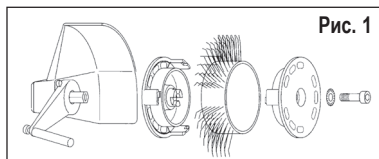
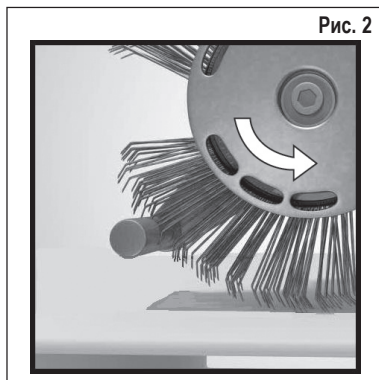

Рис. 1
Рис. 2
1. Отключите подачу электроэнергии, затем должным образом закрепите ленту **MBX® Bristle Blaster®** 23 мм в инструменте при помощи соответствующей системы фиксации (проверьте направление вращения) и предусмотренных для этой цели стопорной шайбы и винта. **См. Рис. 1 и Рис. 2**
Вы используете ленту **MBX®** в неправильном направлении? – Выровняйте щеточную ленту так, чтобы она вращалась в предписанном направлении (см. главу 5 Ввод в эксплуатацию, рис. 2).